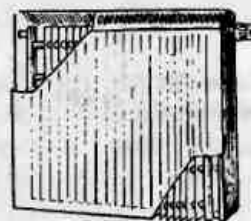

Рис. 82. Конструкция медно-алюминиевого конвектора:
- спаренная панель с конвектором или двумя между панелями (рис. 82);
Конвекторы конструктивно представляют собой несколько рядов горизонтальных медных труб, соединенных в единую систему, снабженных оребрением в виде вертикальных алюминиевых пластин (рис. 82) и заключенных в металлический кожух.